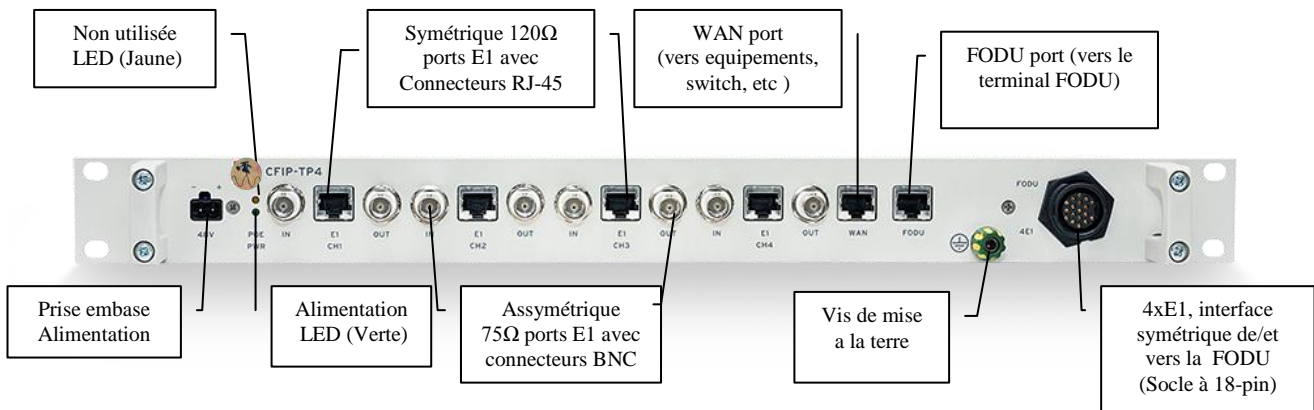

Figure 2.9. Panneau de termination pour la FODU; les N° des ports E1 sur le panneau frontal correspondent à la numérotation de la FODU (Cable et GUI).
- **E1 ports:** L'unité interface 4 E1 symétriques venant de la FODU vers le panneau terminal, fournissant 4 ports E1 assymétriques 75Ω E1 sur les connecteurs BNC ou 4 ports E1 Symétriques 120Ω sur les socles RJ-45 (voir **Figure 2.9.** pour les details).